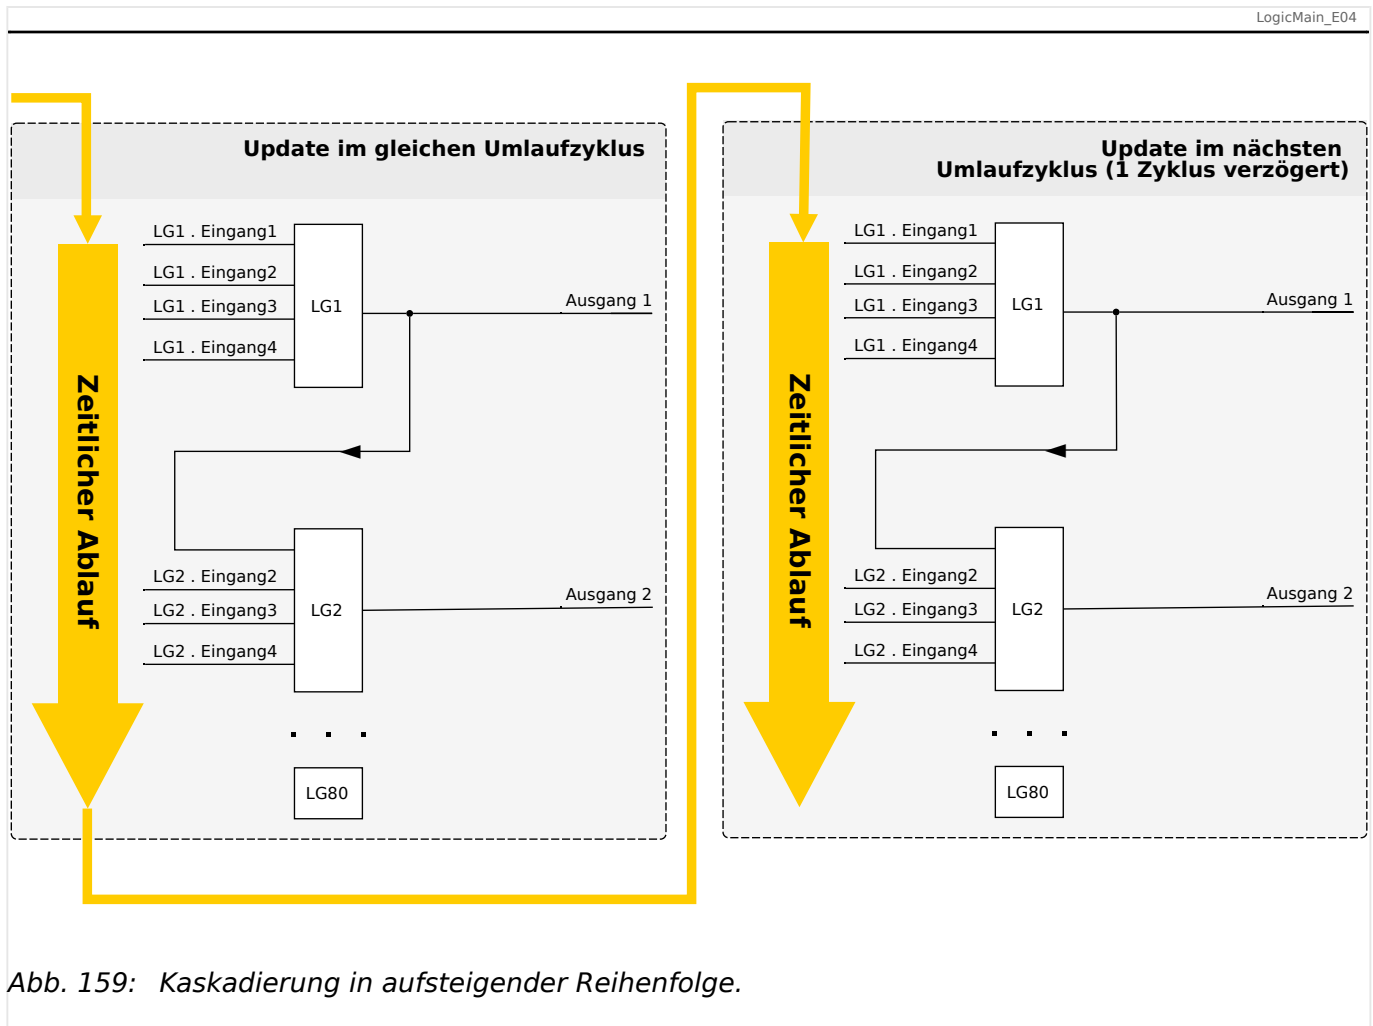
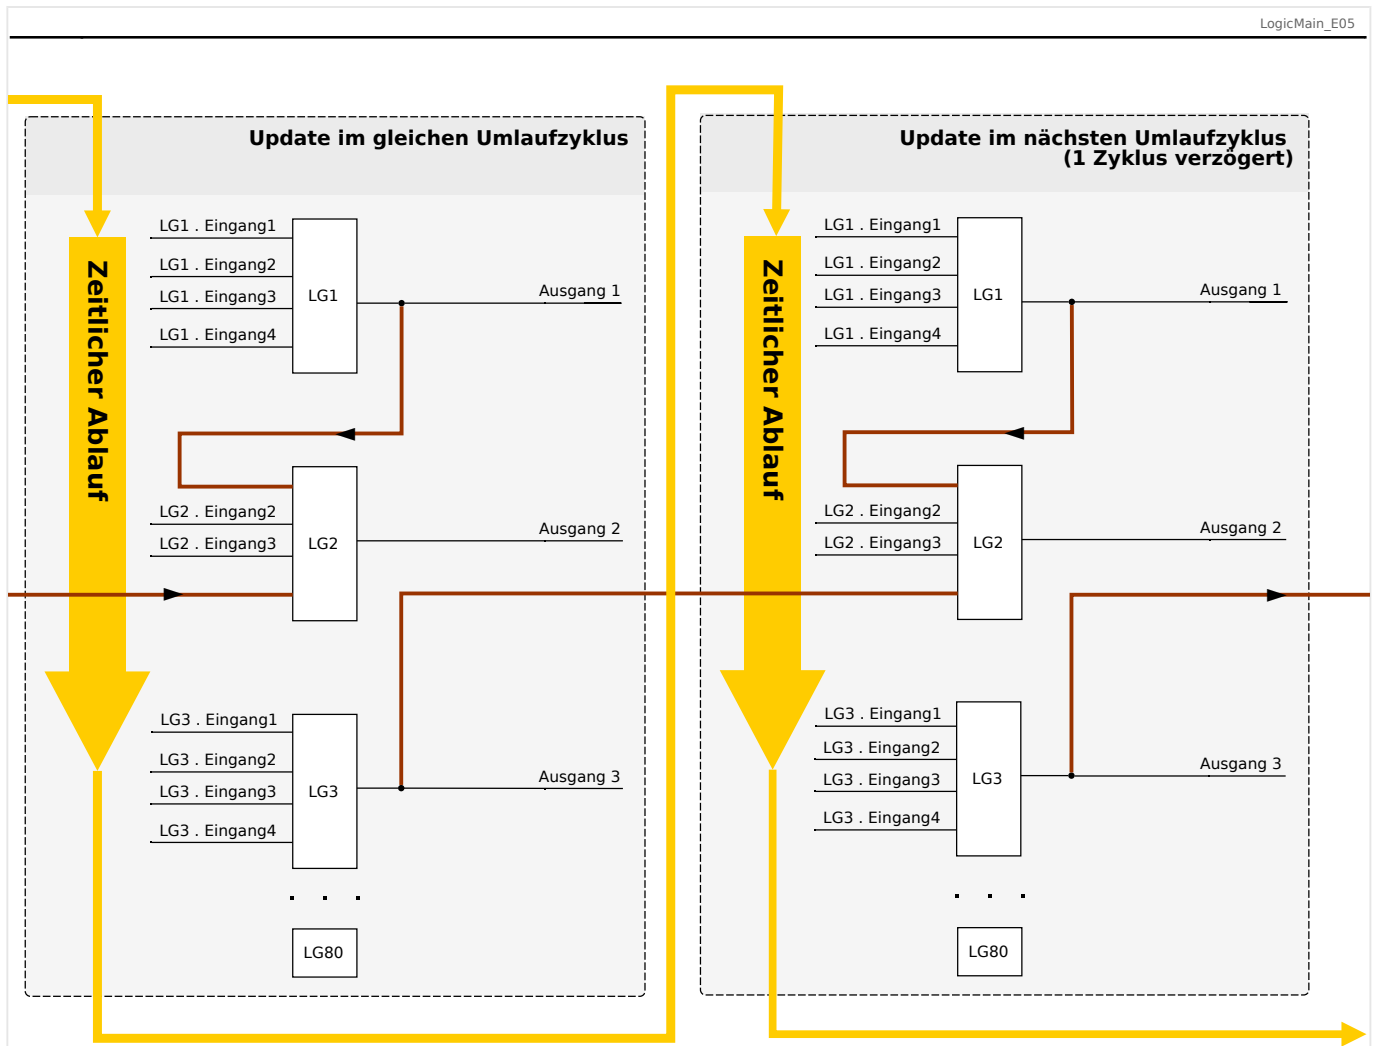

Abb. 159: Kaskadierung in aufsteigender Reihenfolge.
Abb. 160: Kaskadierung in absteigender Reihenfolge.
- Kaskadierung in **aufsteigender** Reihenfolge bedeutet, dass der Ausgang einer Logikgleichung auf den Eingang einer Logikgleichung mit **höherer** Nummer rangiert wird. Das Diagramm  Abb. 159 weiter unten zeigt ein Beispiel, bei dem der Ausgang von LG1 auf einen Eingang von LG2 rangiert wird.
- Kaskadierung in **absteigender** Reihenfolge bedeutet, dass der Ausgang einer Logikgleichung auf den Eingang einer Logikgleichung mit **niedrigerer** Nummer rangiert wird. Das Diagramm  Abb. 160 zeigt ein Beispiel, bei dem der Ausgang von LG3 auf einen Eingang von LG2 rangiert wird.
Bei der Konfiguration des Schutzgerätes bestehen keinerlei Einschränkungen oder Unterschiede zwischen aufsteigender und absteigender Reihenfolge. Da allerdings während der Laufzeit des MCA4 die Logikgleichungen in aufsteigender Reihenfolge ausgewertet werden, haben die resultierenden Ausgangswerte, die am Eingang der Logikgleichung anstehen, ein unterschiedliches „Alter“, wie in  Abb. 159 und  Abb. 160 veranschaulicht wird.
Das in Abb. 160 gezeigte Beispiel zeigt eine Konfiguration von „Logikgleichung 2“, die den Ausgang von zwei weiteren Logikgleichungen, „Logikgleichung 1“ und „Logikgleichung 3“, als Eingangszustände verwendet. Hierbei ist der Ausgang von „Logikgleichung 1“ in aufsteigender Reihenfolge verwendet, sodass der Wert in jeweils demselben Prozesszyklus ermittelt wird. Der Ausgang von „Logikgleichung 3“ wird in absteigender Reihenfolge verwendet, sodass der Wert in dem jeweils vorherigen Prozesszyklus ermittelt wurde.